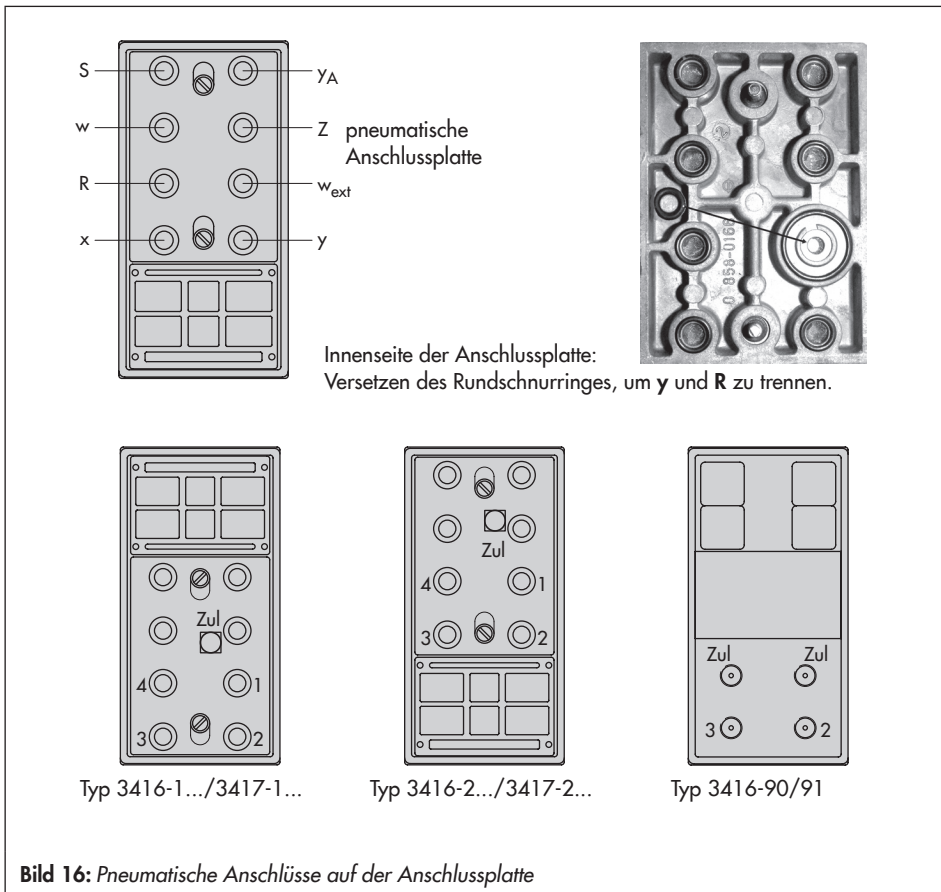

Bild 16: Pneumatische Anschlüsse auf der Anschlussplatte
Sollen **R** und **y** extern verbunden werden (Bild 16 oben), die Anschlussplatte abschrauben und den Rundschnurring von seiner Steckposition auf den Rückführungsanschluss umsetzen (**y** und **R** sind dann voneinander getrennt). Anschließend Dichtstopfen am **R**-Anschluss entfernen und gegen Einschraubverschraubung ersetzen.
6. Den w_{ext} -Eingang der Kompaktregler-Anschlussplatte (Bild 16) mit einem Verschlussstopfen $\frac{1}{8}$ NPT dicht verschließen. Der w_{ext} -Anschluss am Steckbuchsenfeld der Leitstation muss verschlossen sein.
Den w_{ext} -Eingang der Kompaktregler-Anschlussplatte (Bild 16) mit Schraube $\frac{1}{8}$ NPT dicht verschließen.